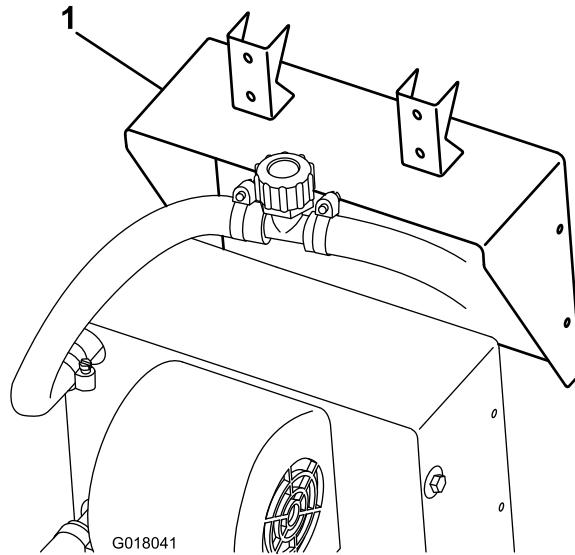

Рисунок 22
2. Присоедините кронштейн обогревателя к обогревателю с помощью винтов, входящих в его комплект (Рисунок 22).